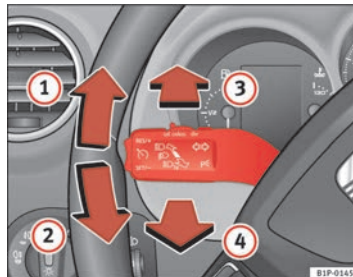

Fig. 75 Palanca de intermitentes y de luz de carretera
- Desplace la palanca hacia arriba hasta el tope ⇒ fig. 75 ① para encender el intermitente **derecho** o bien hacia abajo ②, para encender el intermitente **izquierdo**.
- Si las luces de cruce están activadas pulse la palanca hacia adelante ⇒ **página 126, fig. 75 ③** para encender la luz de carretera.
- Pulse la palanca hacia el volante ⇒ **página 126, fig. 75 ④** para apagar la luz de carretera.